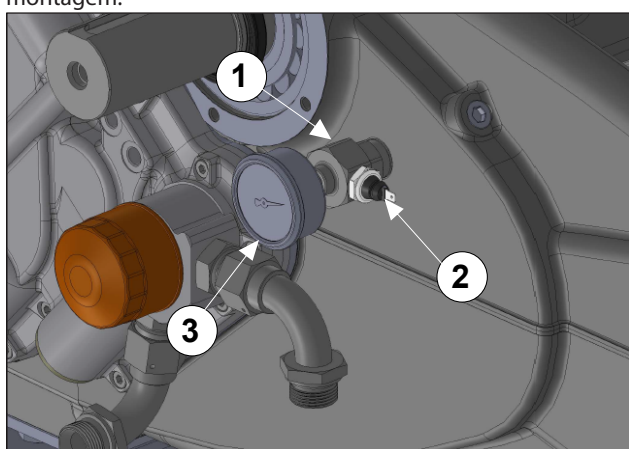

Fig. 133
Use o LOX-EAL de estanqueidade das conexões 53-14 ou semelhante para umedecer a conexão (pos. ①), o pressostato (pos. ②) e o manômetro (pos. ③) Fig. 133, e execute a montagem.